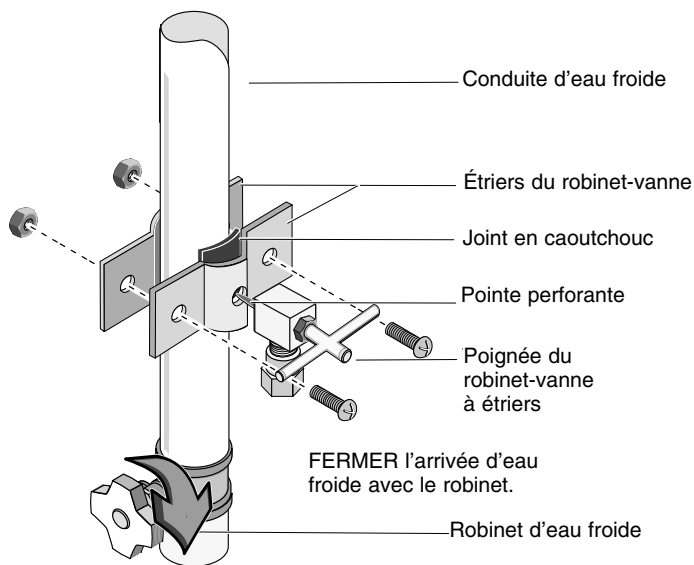

Figure 5
Pose du robinet-vanne à étriers; se reporter à la Figure 5.
9. Poser le robinet-vanne à étriers sur la conduite d'eau froide, comme il est illustré à la Figure 5.